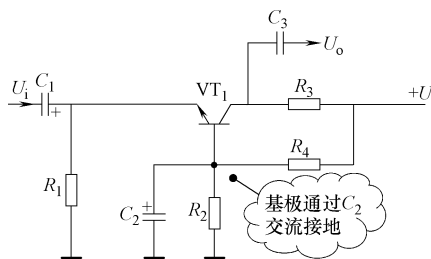

图 11-104 示意图
2) 判断共基极放大器方法。如图 11-104 所示, 基极通过旁路电容  $C_2$  交流接地, 这样基极被共用, 所以这是共基极放大器。交流信号从发射极输入 (发射极与地之间输入), 从集电极输出 (集电极与地之间输出)。